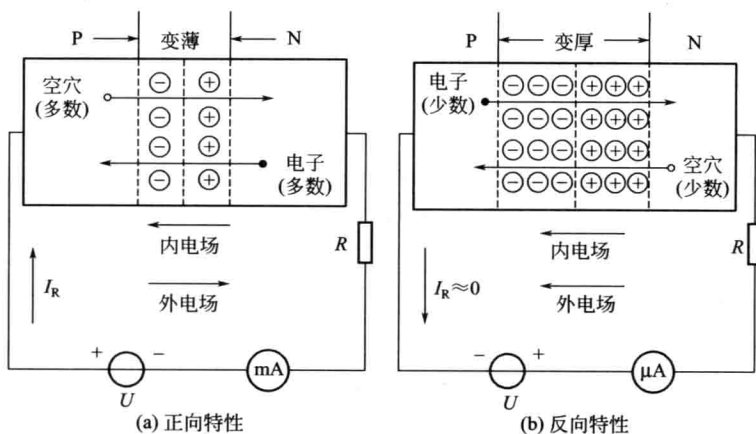

图 1-2 PN 结的导电特性
(2) PN结的特性
① PN结的正向导通特性 给PN结加正向电压,即P区接正电源,N区接负电源,此时称PN结为正向偏置,如图1-2(a)所示。
② PN 结的反向截止特性 给 PN 结加反向电压, 即电源正极接 N 区, 负极接 P 区, 称 PN 结反向偏置, 如图 1-2(b) 所示。这时外加电场与内电场方向相同, 使内电场的作用增强, PN 结变厚, 多数载流子运动难于进行, 有助于少数载流子运动, 形成电流 I_R , 少数载流子很少, 所以电流很小, 接近于零, 即 PN 结反向电阻很大。